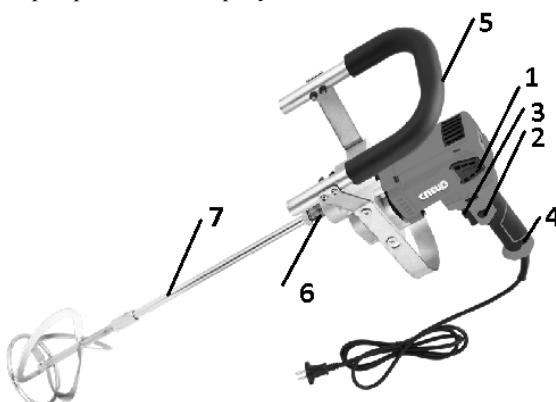

Рис. 1 Общий вид
- 4.2. При нажатии на клавишу выключателя-3, см.рис.1, электрическое напряжение подается на обмотки электродвигателя. Крутящий момент от электродвигателя передается через одноступенчатый понижающий редуктор на шпиндель миксера.
- 4.3. Фиксирование выключателя во включенном положении осуществляется путем нажатия кнопки фиксации-2, см.рис.1
6.6. Ввернуть собранный венчик до упора в шпиндель-6, см.рис.1, а затем используя ключи затянуть резьбу.
6.7. Установить дополнительную рукоятку как изображено на рис.1.
7.1.2.Нажать выключатель-3, см.рис.1,шпиндель машины-6 начнет вращаться.